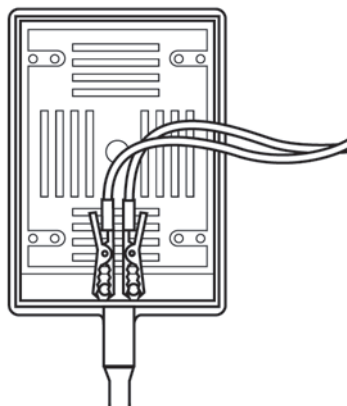

図 5-5 プローブコネクタのリード線接続部分
- b 図 5-5 に示されるように、プローブコネクタの刻み付き六角穴付きねじに赤色リード線を接続します。